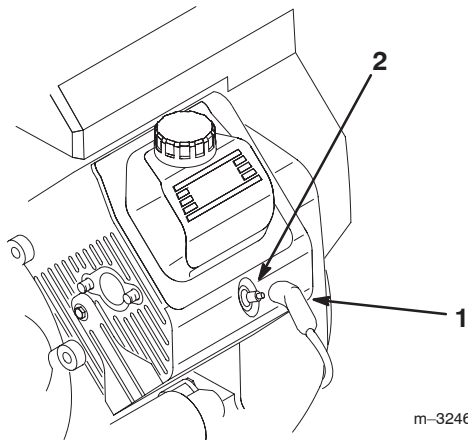

Bild 57
3. Ziehen Sie die Kerzenstecker ab (Bild 57).
- Stecken Sie die Zündkerzenstecker wieder auf die Zündkerzen auf (Bild 57).